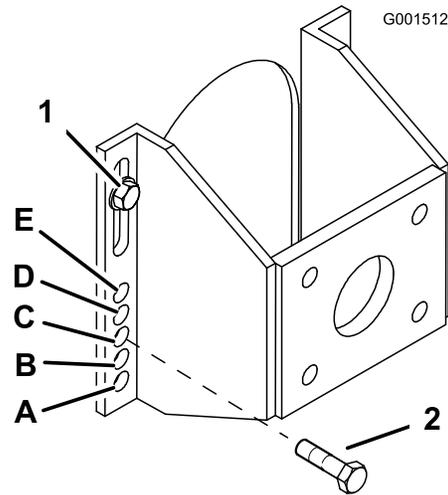

Figura 4
5. Allentate, ma non rimuovete, i 2 bulloni dell'asse superiore (Figura 4).
6. Rimuovete i 2 bulloni dell'asse inferiore (Figura 4).
7. Sollevate o abbassate la staffa di supporto, in modo da poter montare i 2 bulloni di regolazione dell'asse nella posizione del foro desiderata (Figura 4).